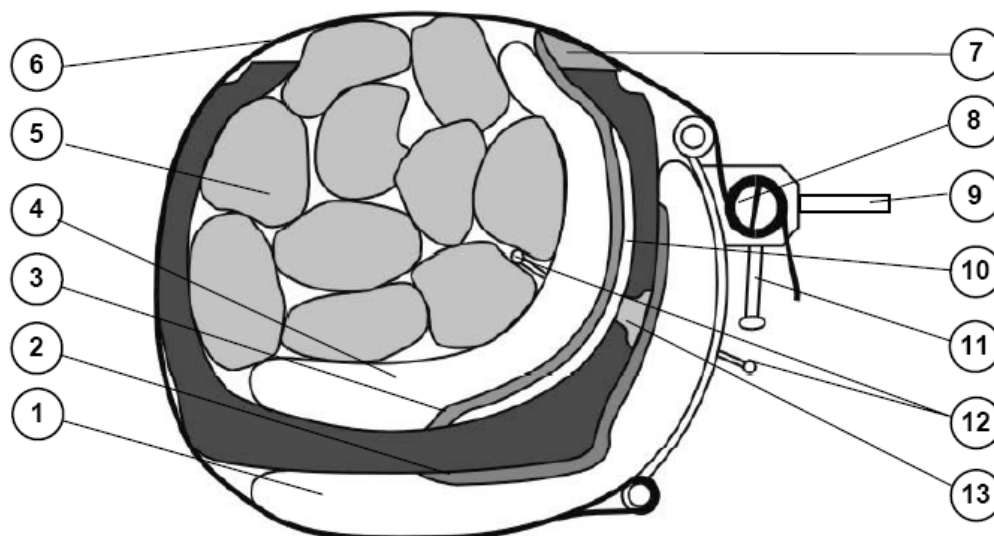

Рис. 2
Если край пластыря расположен близко к борту шины, то необходимо обеспечить выступание внутреннего гибкого нагревателя не менее, чем на 40 мм от края пластыря по всей длине прилегания пластыря к борту. При этом, во избежание выхода из строя внутреннего нагревателя, необходимо обязательно установить бортовой вкладыш вырезанный по форме борта шины из листов резины, или уложить необходимое количество протекторных подушек (см. поз.7 Рис. 2).
- Внутри шины на пневмоподушку уложить необходимое количество вкладышей (см. поз.5 Рис.2), при этом следить за тем, чтобы ниппель и быстроразъемное соединение находилось между вкладышами (см. Рис.2).
- Перемещая рукоятки вверх, натянуть с небольшим усилием стяжные ремни, выполнив 1...1,5 оборота фиксаторов. При этом необходимо удерживать фиксаторы рычагом (поз.9 Рис.2).